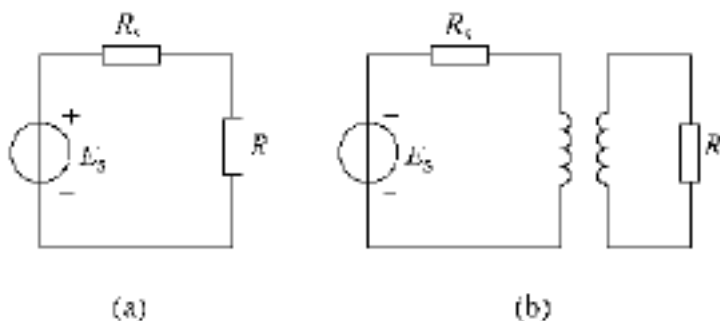

图 5.13
5.8 晶体管功率放大器从输出信号来说相当于一个交流电源,若其电动势为 $E_s = 8.5\text{V}$, 内阻 $R_s = 72\ \Omega$; 另有一扬声器, 电阻为 $R = 8\ \Omega$ 。现采用两种方法把扬声器接入放大器电路作负载, 一种是直接接入, 一种是经过变比为 $k = 3$ 的变压器接入, 如图 5.13 所示。若忽略变压器的漏阻抗及励磁电流。